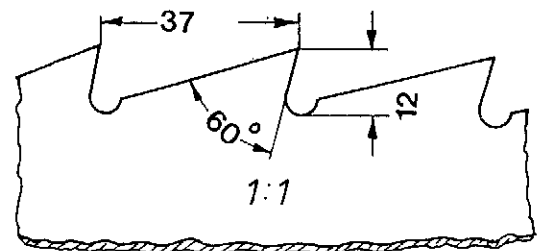

Abb. 45
- Mähmesser prüfen, Sägeform siehe Abb. 45